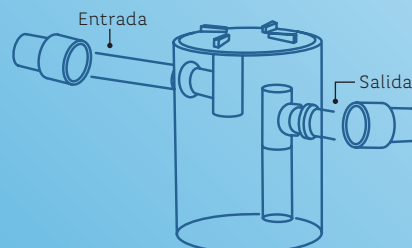

Figura 2.
2. Coloca en la tubería de entrada un reductor concéntrico de 4" a 2" de PVC sanitario con pegamento para PVC como se muestra en la Figura 2.
3. Coloca en la salida de la Trampa de grasas un reductor concéntrico de 4" a 2 de 4" PVC sanitario con pegamento de PVC como se muestra en la Figura 2.
6. Une el reductor concéntrico de 4" a 2" de la salida con la tubería de 4" que une el Registro Sanitario y el Biodigestor con una tee de PVC de 4" como se muestra en la siguiente Figura 2. Asegúrate que la pendiente de la tubería sea mayor a 2 %.